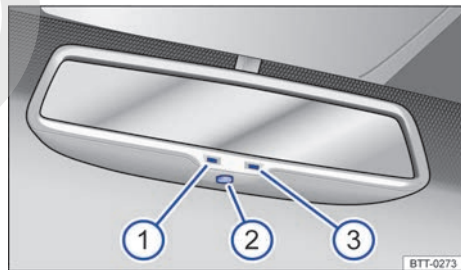

Fig. 75 En el parabrisas: espejo retrovisor interno antiencandilante automático.
Leyenda para ⇒ fig. 75:
El antiencandilante automático puede conectarse y desconectarse con el interruptor en el espejo retrovisor interno ⇒ fig. 75 ②. Con el antiencandilante automático conectado, la luz de control ⇒ fig. 75 ① se enciende.
- Un sensor en el lado que indica hacia el interior del vehículo, que mide la incidencia de luz por atrás ⇒ fig. 75 ③.